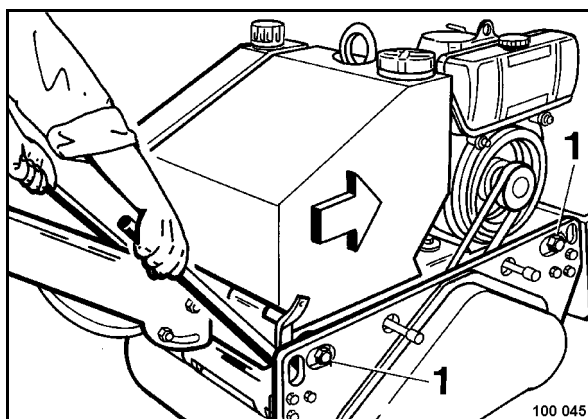

Рис. 71
- Ослабить все четыре крепежных винта 1 (Рис. 71) на раме.